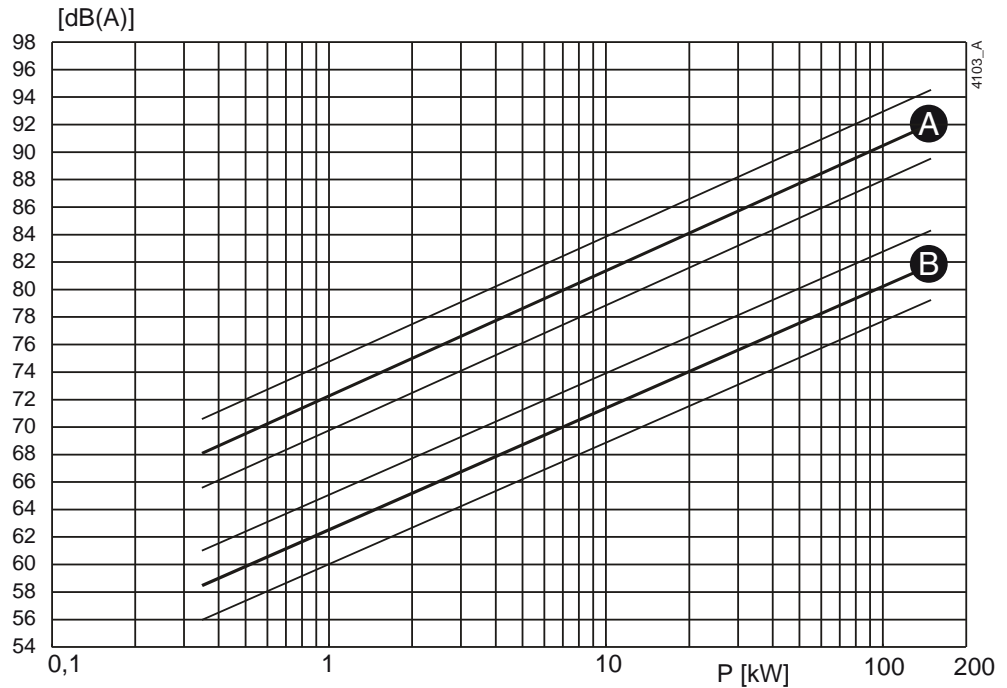
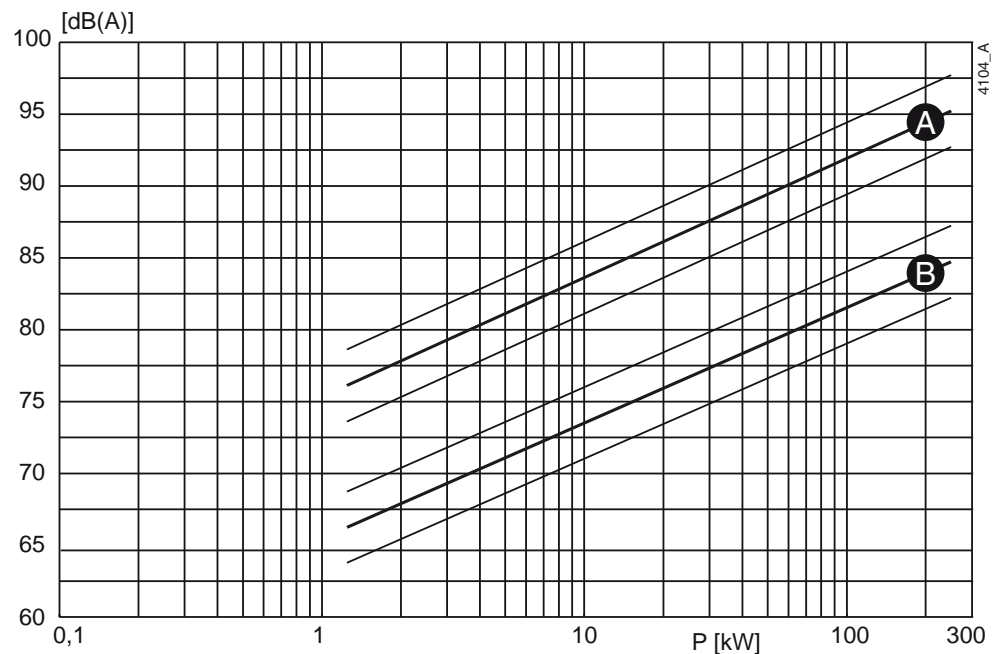

Figura 61: Nível de ruído em função da potência da bomba [kW] a 1450 min^{-1}
Figura 62: Nível de ruído em função da potência da bomba [kW] a 2900 min^{-1}
- 1 Determine o nível de ruído (L_1) da bomba, consulte a figura 61 ou a figura 62.